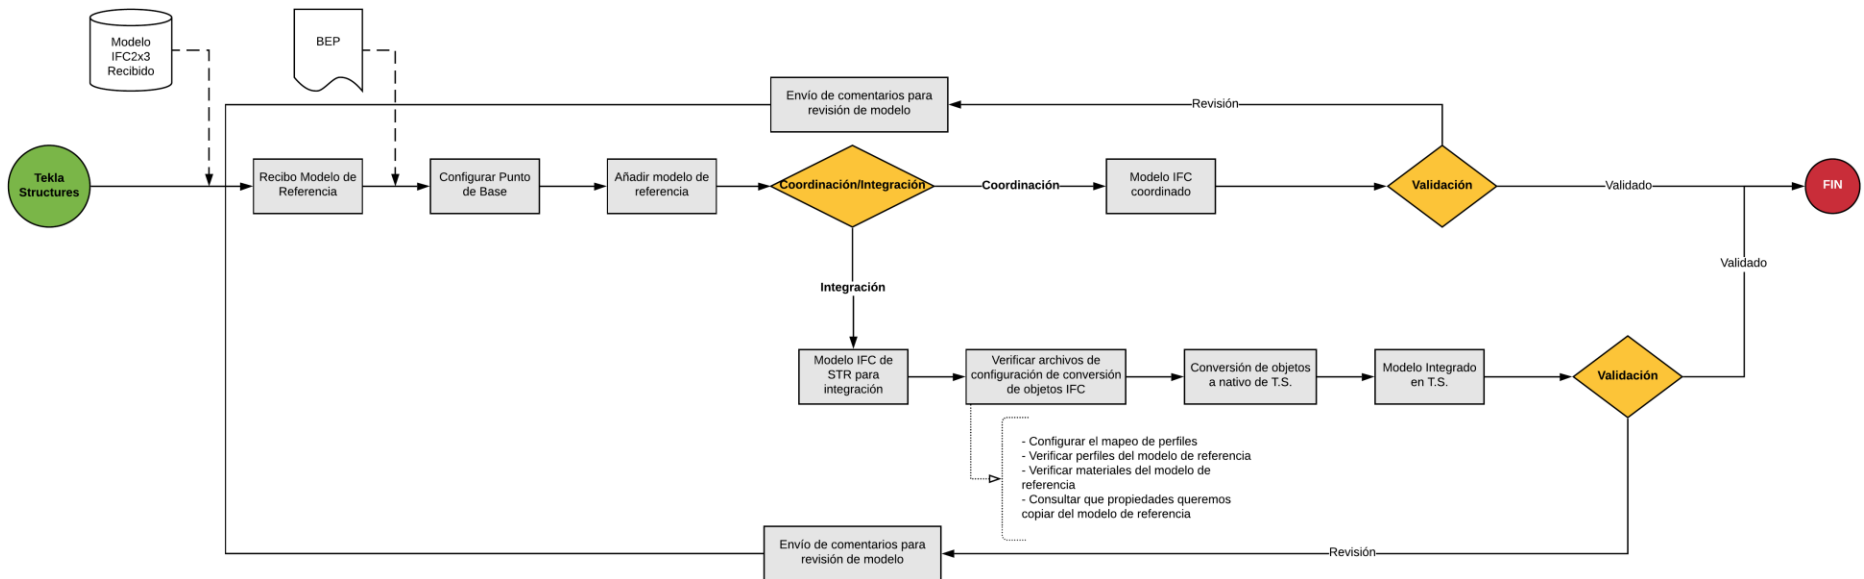

Figura 2 - Flujograma de importación IFC de Tekla Structures
- Ver flujograma importación IFC. (Figura 2)